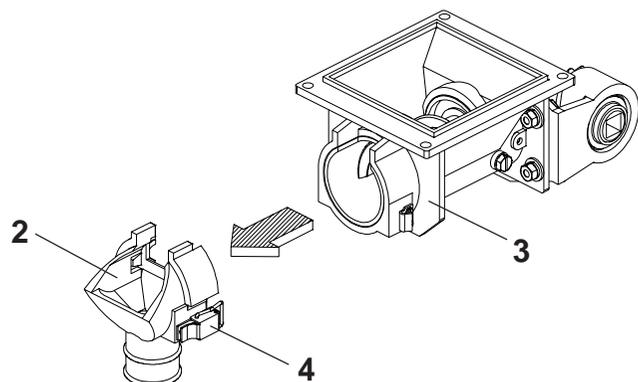

FIGURA 121
- Retire o bocal de descarga (2) do condutor fertisystem (3), soltando os fechos rápidos (4), **conforme mostra a figura 121.**